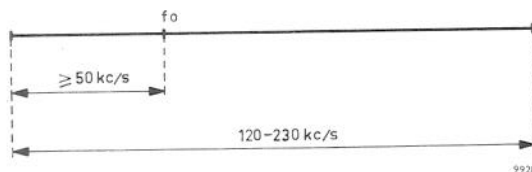

Fig. 34. Asymmetrie van de zwaai in het frequentiegebied 88-108 MHz
- Controleer eveneens of de asymmetrie van de frequentiezwaai is als aangegeven in fig. 34.